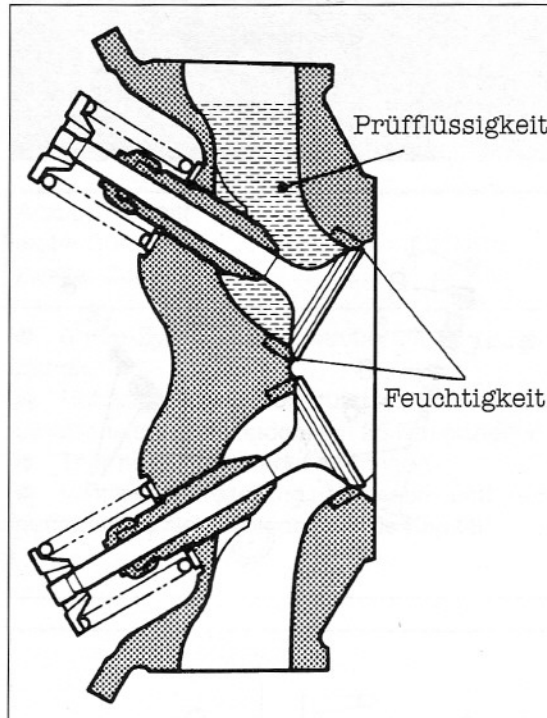

Bild 212
-  Schliesst ein Ventil nicht einwandfrei dicht ab, Ventilsitz läppen. Prüfung: Zylinderkopf senkrecht halten und bei eingebautem Ventil in Einlass- oder Auslasskanal Kraftstoff giessen → am Ventil darf nichts auslaufen (Bild 212).